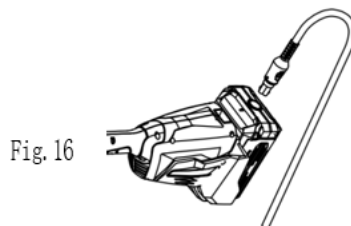

Fig. 16
3. Connectez/débranchez la batterie avec l'outil via le câble de connexion (Fig. 16).